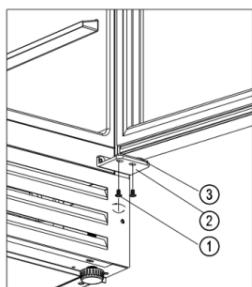

Figure 1
- Dévisser les deux vis ① de la charnière inférieure droite ② [Figure 1].
- Tirez lentement la porte de ③ vers l'extérieur [suivez le sens de la flèche sur la
1. Tenir la porte ③, dévisser les quatre vis ② de la charnière inférieure ①, et retirer la charnière inférieure ①. Retirer lentement la porte de ③ à partir de la charnière supérieure droite ⑦ de haut en bas. [Figure 1].